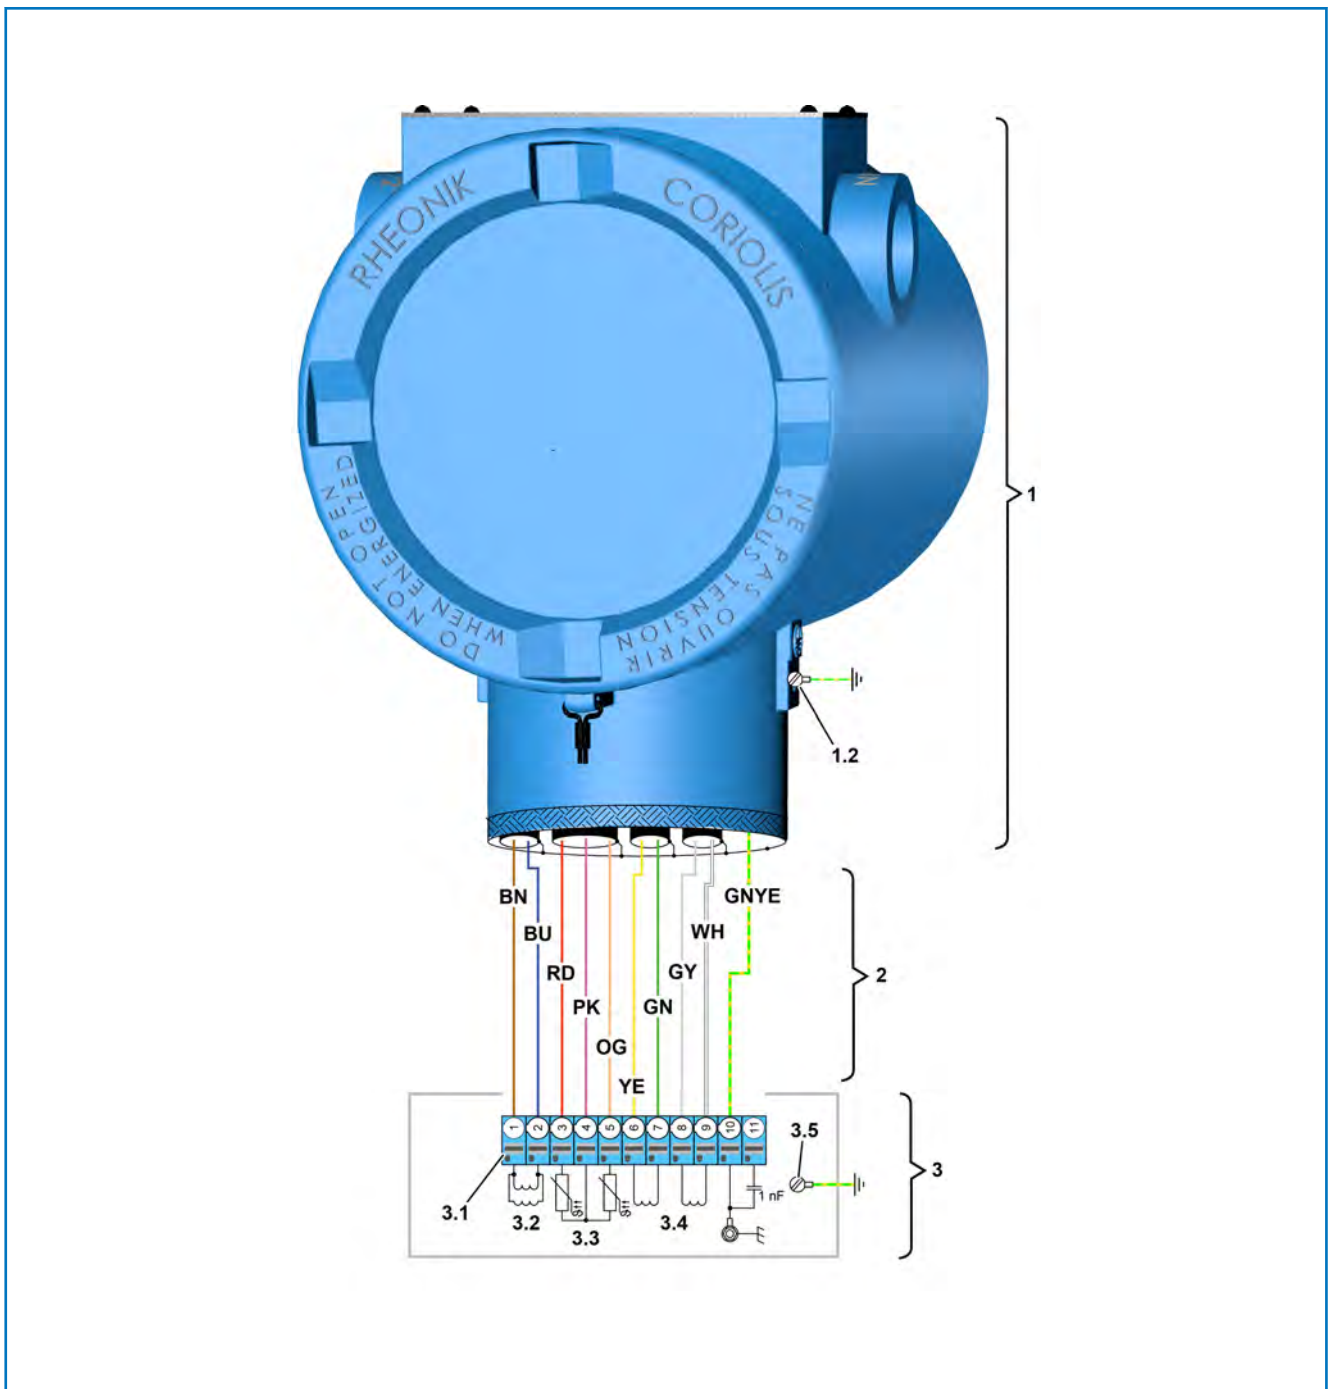

Abb. 6: Anschlussplan RHE42-R\* Coriolis-Transmitter an RHM Coriolis-Sensor
1. ▶ Prüfen Sie, ob die Seriennummer auf dem Typenschild des RHE42 Coriolis-Transmitters (1) mit der Seriennummer des anzuschließenden RHM Coriolis-Sensors (3) übereinstimmt.
2. ▶ Lösen Sie die Kabelverschraubung am RHM Coriolis-Sensor (3).
3. ▶ Drehen Sie die Befestigungsschrauben des Deckels am RHM Coriolis-Sensor (3) heraus und nehmen Sie den Deckel ab.
4. ▶ Führen Sie das Verbindungskabel (ARHE-Cx) (2) durch das Gehäuse zur Anschlussklemme (3.1).
5. ▶ Schließen Sie das Verbindungskabel (ARHE-Cx) (2) entsprechend dem Anschlussplan an den RHM Coriolis-Sensor (3) an, siehe: Abbildung 6.
- *Anschließen der Schirme an PE\_C (Klemme 11) (bei Geräten mit einem längeren Verbindungskabel (ARHE-Cx) (2) und geringen Erdpotentialunterschieden).*
6. ▶ Verlegen Sie das Verbindungskabel (ARHE-Cx) (2) so im Gehäuse des RHM Coriolis-Sensors (3), dass es nicht durch Einklemmen oder Zugbelastung beschädigt wird.
7. ▶ Drehen Sie die Kabelverschraubung am RHM Coriolis-Sensor (3) fest.
8. ▶ Setzen Sie den Deckel an das Gehäuse des RHM Coriolis-Sensors (3) und drehen Sie die Befestigungsschrauben hinein.
9. ▶ Sichern Sie das Verbindungskabel (ARHE-Cx) (2) mit einer Zugentlastung.